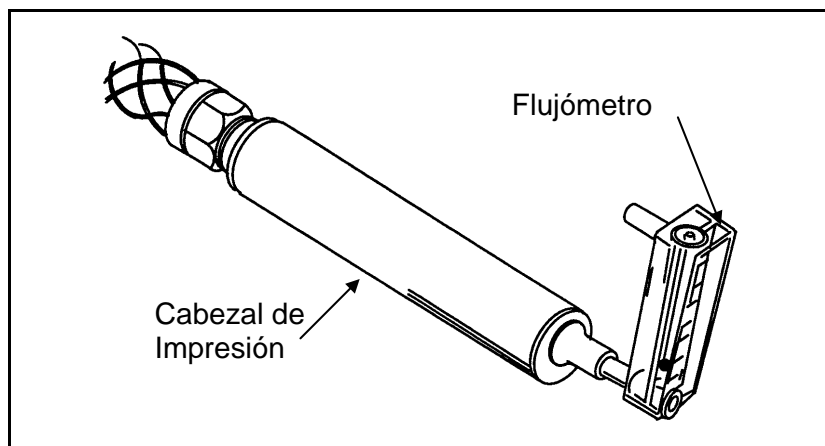

Figura 8-17. Flujómetro Instalado en el Cabezal de Impresión
1. Sujete el flujómetro en la placa delantera del cabezal de impresión. (Vea la Figura 8-17).